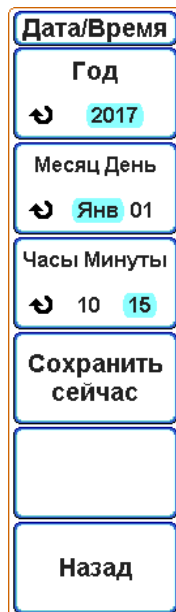

Рисунок 6.36 – Экранное меню «Дата/Время»
- Перейти в главное меню, нажав кнопку «МЕНЮ» в блоке «УСТАНОВКА» (рисунок 6.1, поз. 3), затем последовательно нажать экранные кнопки «Далее» и «Дата/Время», чтобы вызвать меню «Дата/Время» (рисунок 6.36);